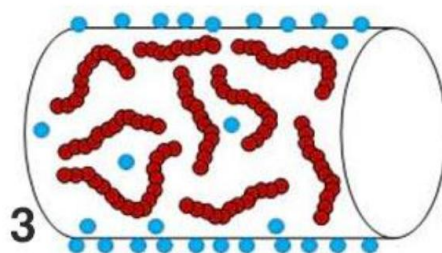

Рисунок 3
3. Из-за малого содержания влаги в окружающем воздухе, молекулы воды внутри нити двигаются к поверхности нити, где они испаряются при высыхании (рис.3);